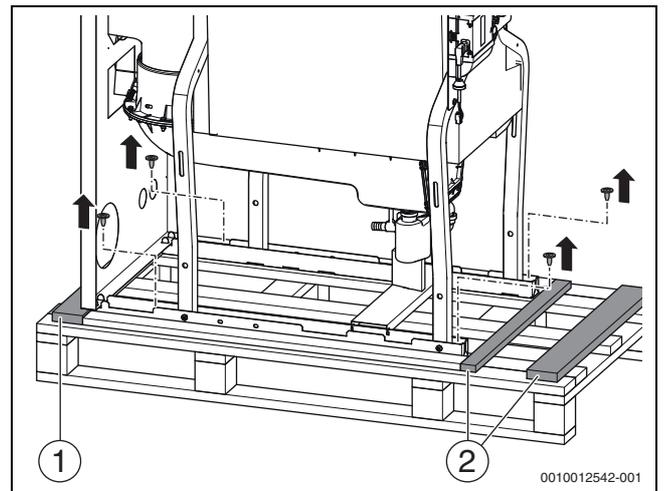

Fig. 7 Détacher la chaudière au sol de la palette (exemple illustré)
- ▶ Selon le sens, retirer la baguette de fixation correspondante (→ fig. 7).